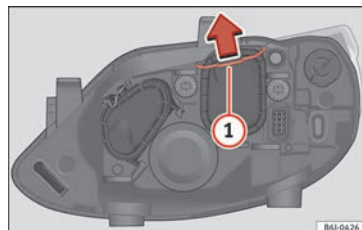

Fig. 184 Anabbagliante.
- Far scorrere il tirante » fig. 184 ① nel senso della freccia e sfilare la chiusura.